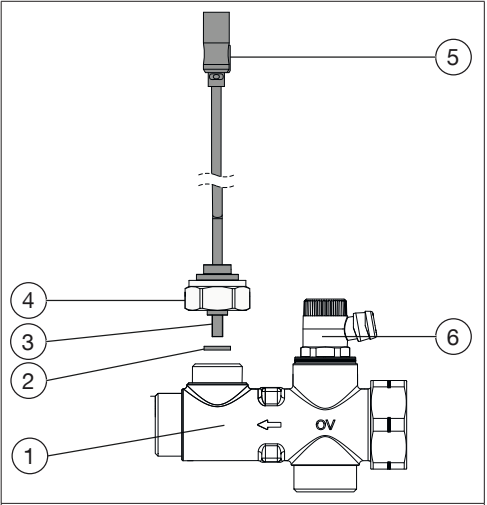

Abb. 1: Aufbau
4. Lösen Sie die Überwurfmutter (siehe Abb. 1 (4)) des Volumenstromsensors und ziehen Sie sie über die Steckverbindung vom Hall-Effekt Sensor. Die Überwurfmutter wird für die Montage des neuen Hall-Effekt Sensors benötigt.
Achten Sie dabei darauf, dass Sie den O-Ring (siehe Abb. 1 (2)) mit entfernen.